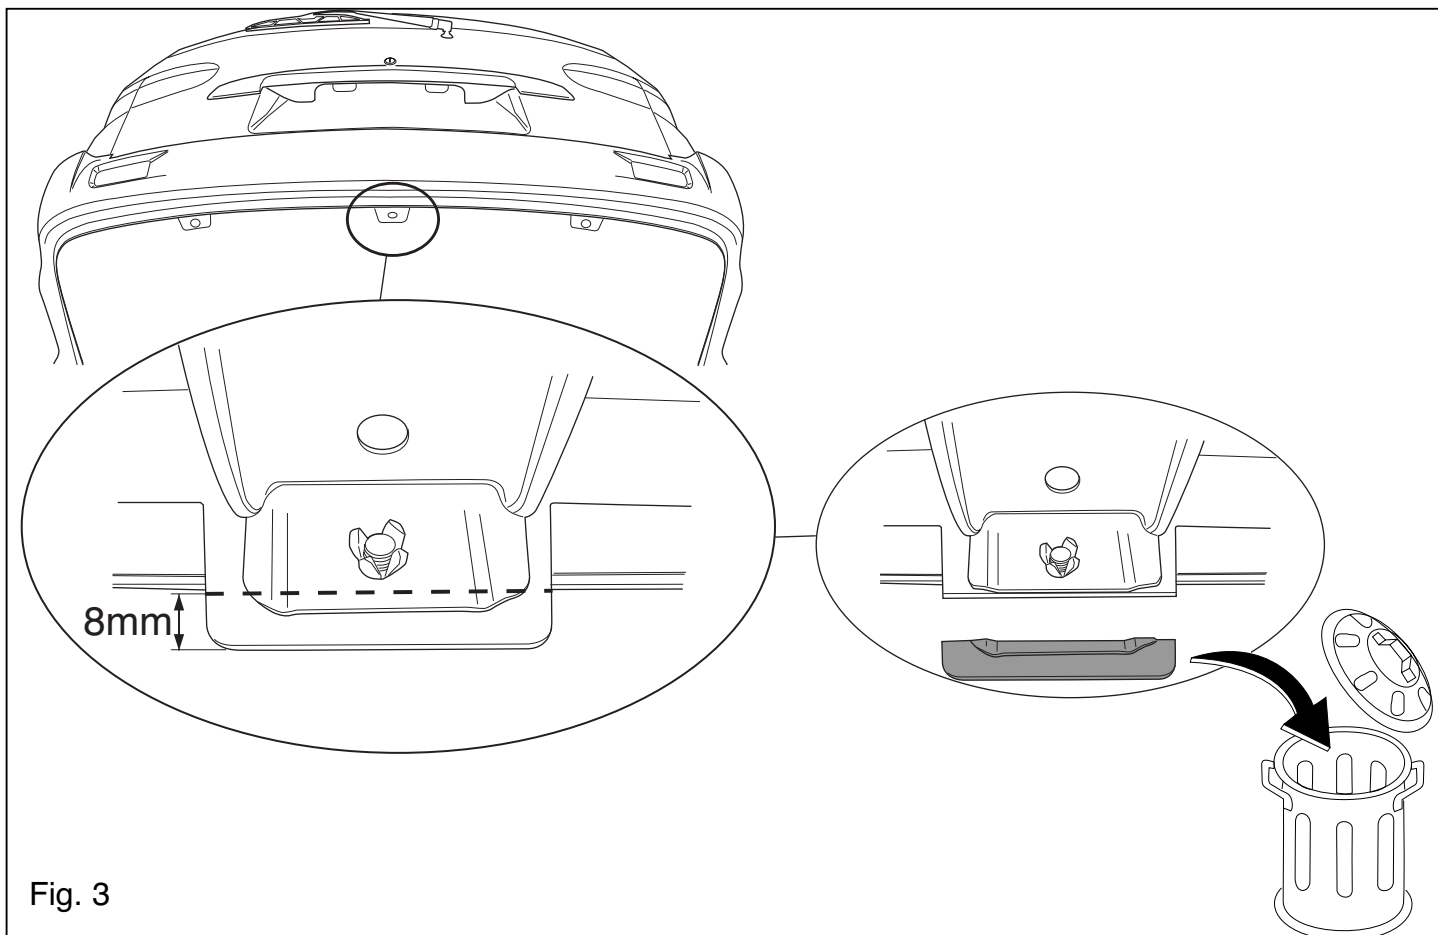

Fig. 3
3. **Please note. If necessary:** On the underside of the middle of the bumper, saw out a portion measuring 55mm wide and 70mm deep, if necessary. **Please note. If necessary:** Saw out a portion as shown in figure 3. **Only applicable to the SWB:** Position the towbar and fix at points G with four M12 x 35 bolts with spring washers and nuts. Fit four M12 x 35 bolts with spring washers and nuts at points F. Tighten the nuts a few turns. **Only applicable to the LWB:** With models up to 2002, the spare wheel attachment will need to be removed. Position the towbar and fix at points H with four M12 x 35 bolts with spring washers and nuts. Fit four
3. **Hinweis (soweit erforderlich):** Auf der Unterseite der Stoßstange in der Mitte einen 55 mm breiten und 15 mm tiefen Teil herausschneiden. **Hinweis (soweit erforderlich):** Gemäß Abb. 3 einen Teil heraussägen. **Gilt nur für SWB:** Die Kupplungskugel mit Halterung anlegen und bei den Punkten G mit Hilfe von vier M12x35-Schrauben einschließlich Federringen und Muttern befestigen. Bei den Punkten F vier M12x35-Schrauben einschließlich Federringen und Muttern anbringen. Die Muttern ein paar Umdrehungen anziehen. **Gilt nur für LWB:** Für Modelle bis 2002 muss die Ersatzradaufhängung